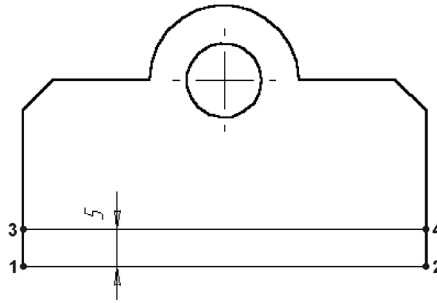

Рис. 26.6. Построение отрезка
1. Постройте отрезок 1–2 со стилем линии *Вспомогательная* (рис. 26.6).